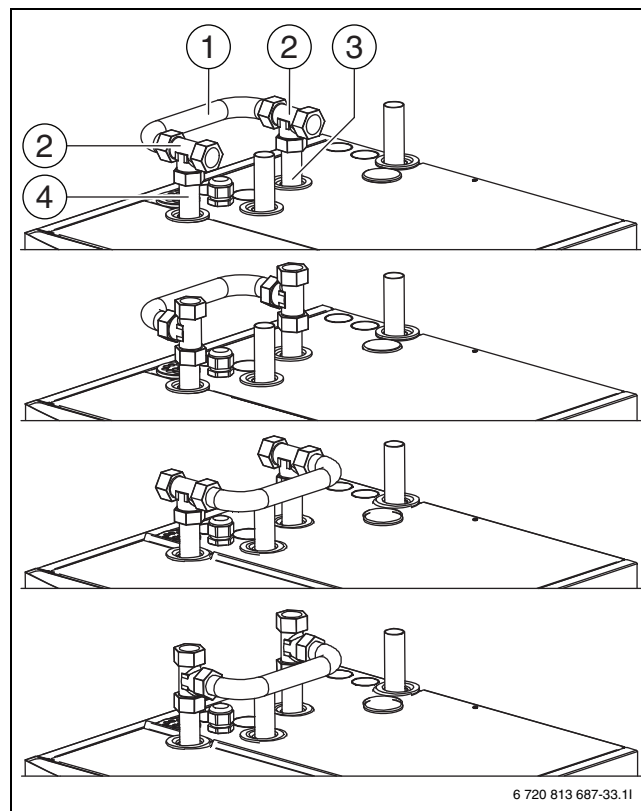

Рис. 19 Байпас
- Подключите обратную линию отопительной системы к [4] (→ рис. 19).
- Подключите подающую линию отопительной системы к [3] (→ рис. 19).
Смонтируйте байпас и тройники в соответствии с показанными вариантами (→ рис. 19).